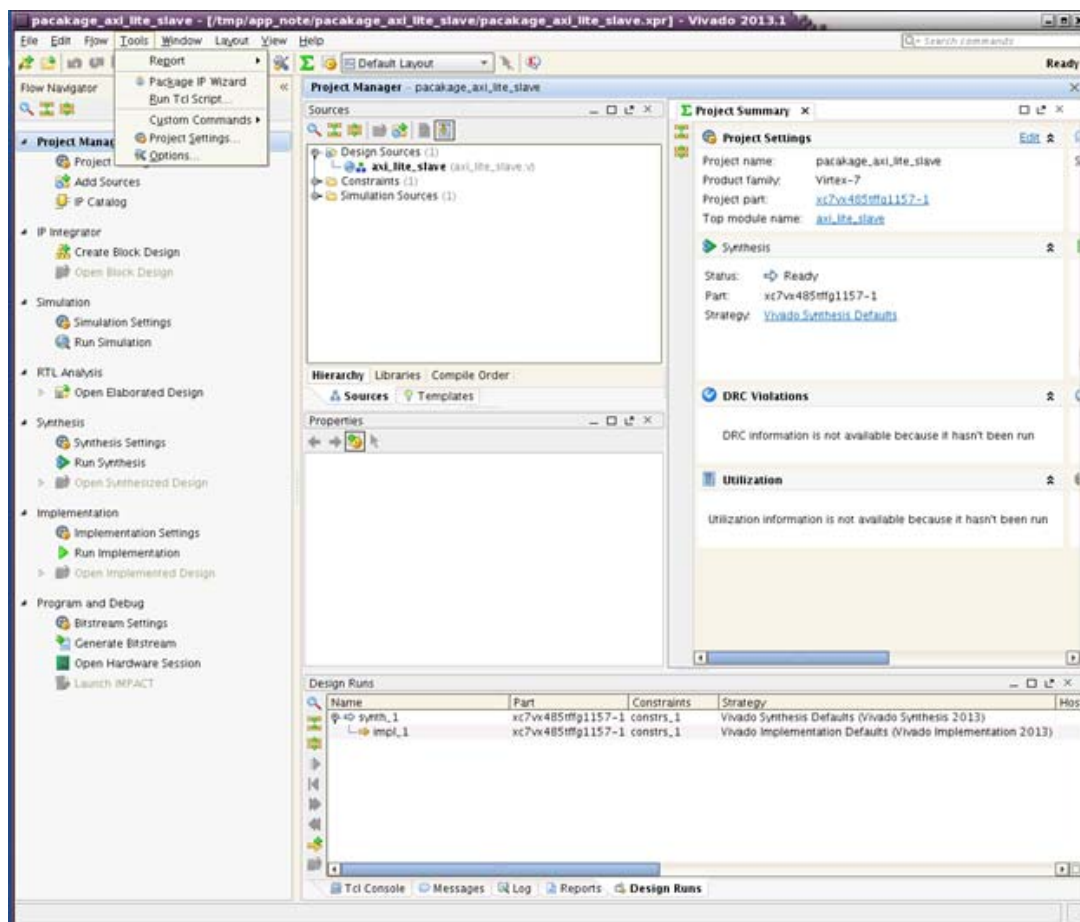

図 6 : [Tools] → [Package IP Wizard] を選択
1. [Tools] → [Package IP Wizard] をクリックします (図 6)。